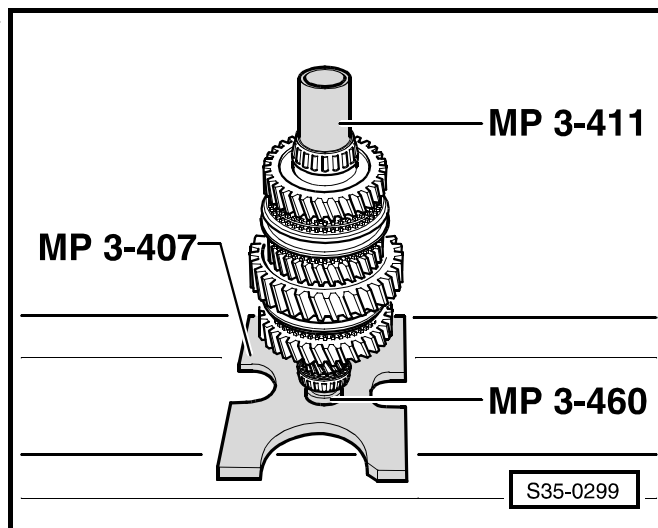

Рис. 24: Определение толщины стопорного кольца
- в случае замены конического роликоподшипника ⇒ поз. 31 и ведомого вала ⇒ поз. 6 определить заново толщину ⇒ Рис. 24 в **35-2** страница 12
- Определив толщину стопорного кольца ⇒ Рис. 24 в **35-2** страница 12, установить.